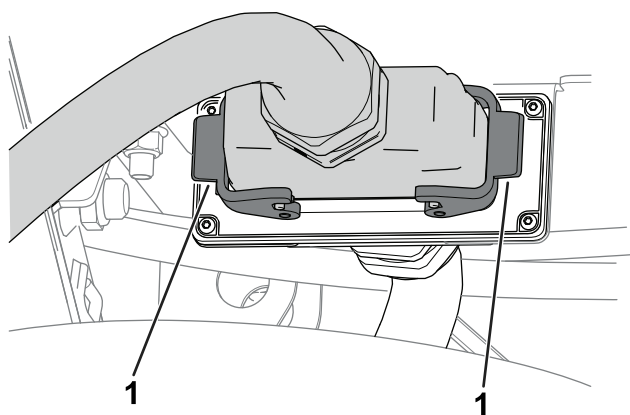

Figura 6
8. Utilice los cierres del conector de la máquina para afianzar la conexión (Figura 6).